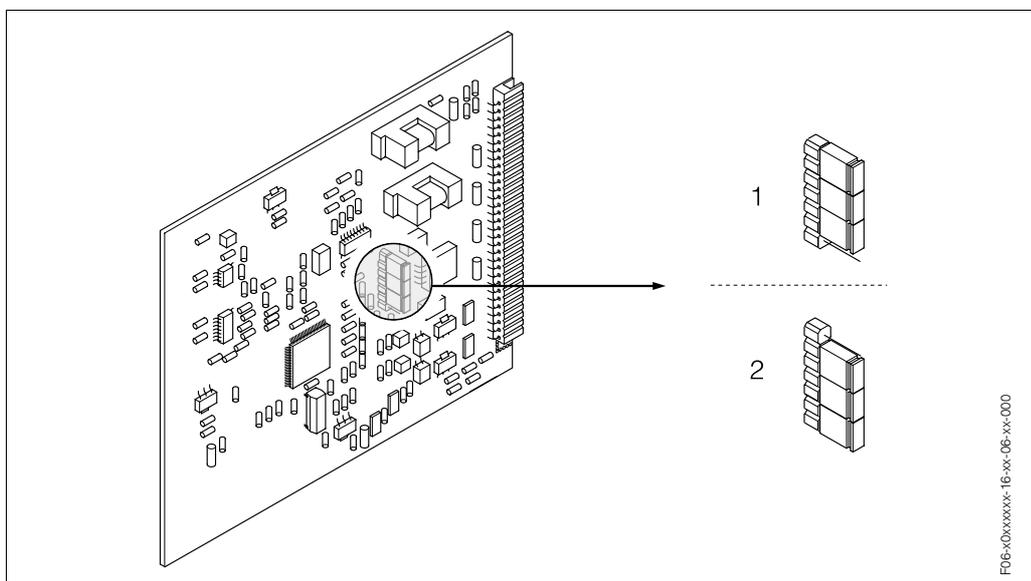

Fig. 18: Конфигурация выходов по току (плата ввода/вывода)
– Риск разрушения измерительного прибора. Установить переключки точно в соответствии с Рис. 18. Неправильная установка переключек приводит к перегрузкам по току, что может разрушить измерительный прибор или внешние устройства, подключенные к нему.